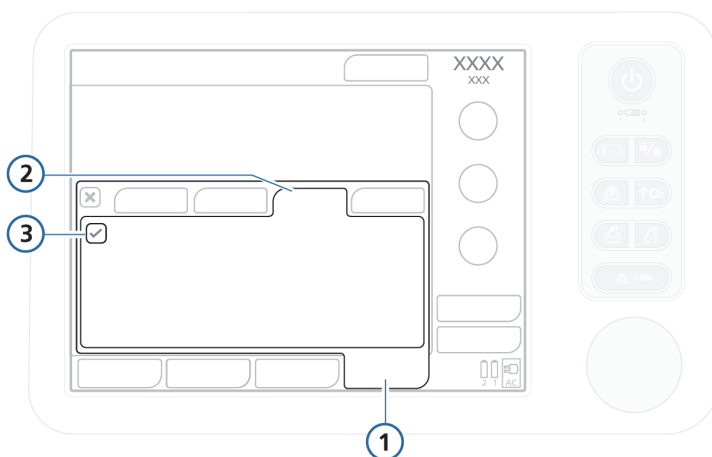

Figura 4-3. Janela Sensores
2. Selecione a caixa de seleção O2 para ligar/desligar o monitoramento. Consulte a Figura 4-3.